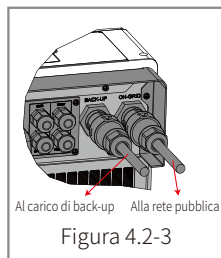

Figura 4.2-3
- **Collegamento on-grid e back-up:** Controllare il collegamento on-grid alla rete elettrica e il collegamento back-up ai carichi: La polarità (L1/L2/L3/N dovrebbero essere in sequenza) non deve essere invertita (fare riferimento alla figura 4.2-3).